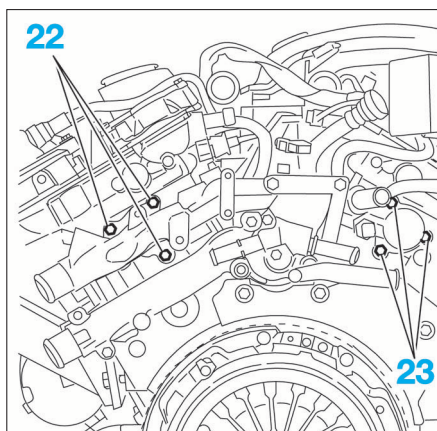

FIG. 74
- Écarter le tube de direction assistée (20).
- la fixation du guide jauge à huile (18).
- les vis (22) et (23) (Fig.74).